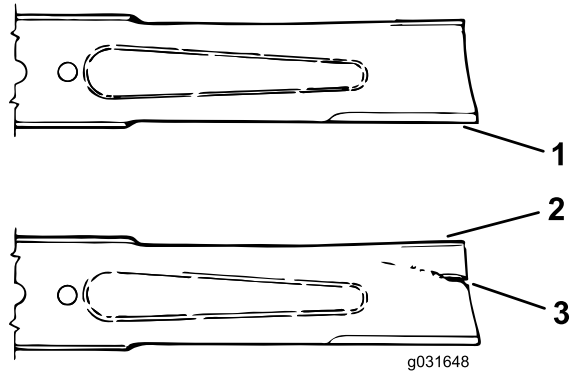

Figure 68
3. Examinez attentivement les tranchants de la lame, particulièrement au point de rencontre de la partie plane et de l'ailette (Figure 68).